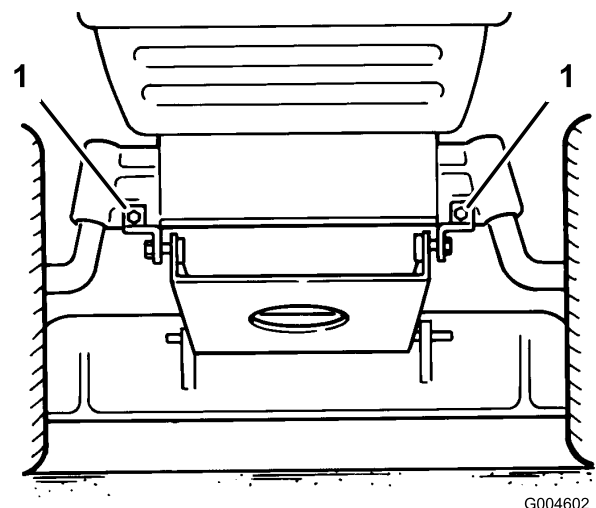

Figure 41
14. Enlevez les 2 supports de pivot du plateau de coupe de l'essieu avant (Figure 41).
11. Fixez les supports de pivot du plateau de coupe à l'essieu avant à l'aide des boulons et contre-écrous (Figure 41).